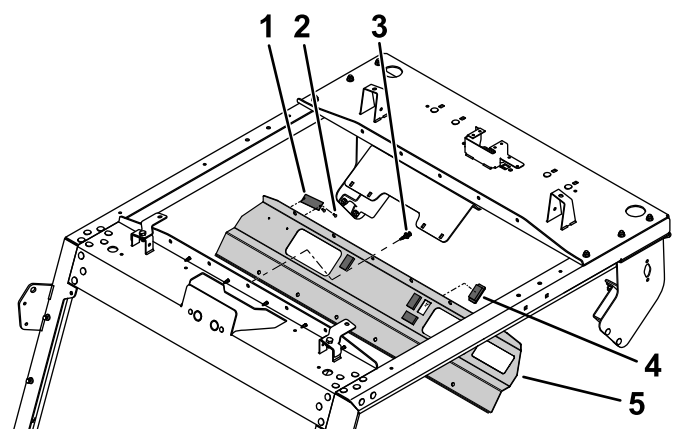

Рисунок 9
1. Установите 4 заглушки отверстий в панель управления (Рисунок 9).
2. Установите табличку с серийным номером на панель управления с помощью двух закладных заклепок (Рисунок 9).
3. Совместите монтажные отверстия в панели управления с отверстиями в переднем креплении крыши (Рисунок 9).
4. Прикрепите переднюю панель к переднему креплению крыши, вставив 12 пластмассовых заклепок в соответствующие отверстия и нажав на шток каждой пластмассовой заклепки до ее фиксации (Рисунок 9).